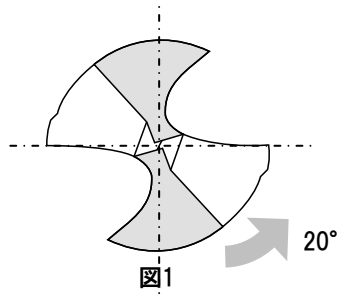

図1
1. ドリルの両切れ刃の肩部が水平になるようにします。(図1)